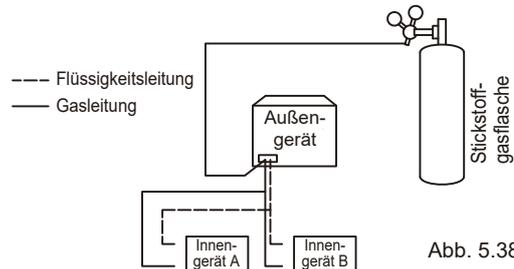

Abb. 5.38
4. Verwenden Sie Blindstopfen, um alle flüssigkeits- (und gas-)seitigen Öffnungen zu verschließen, mit Ausnahme der Öffnung am Innengerät, die am weitesten von den Außengeräten entfernt ist („Innengerät A“ in Abb. 5.38).